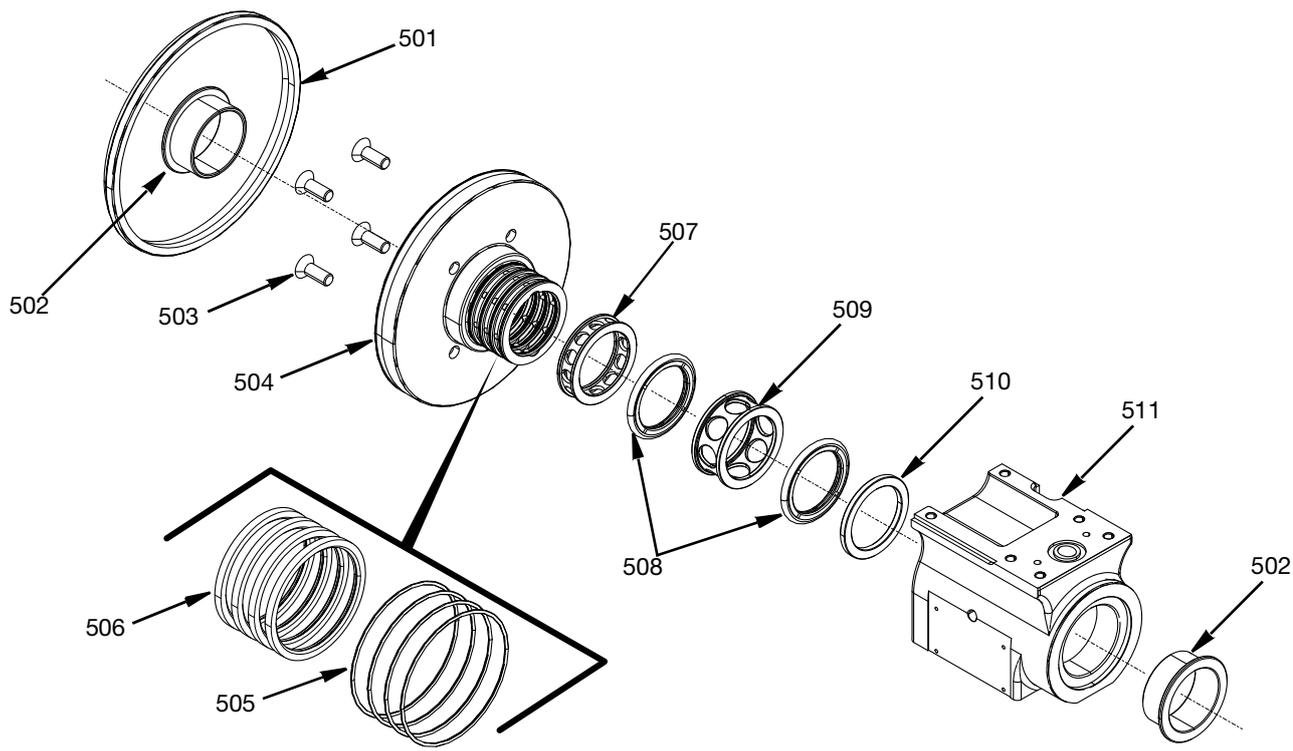
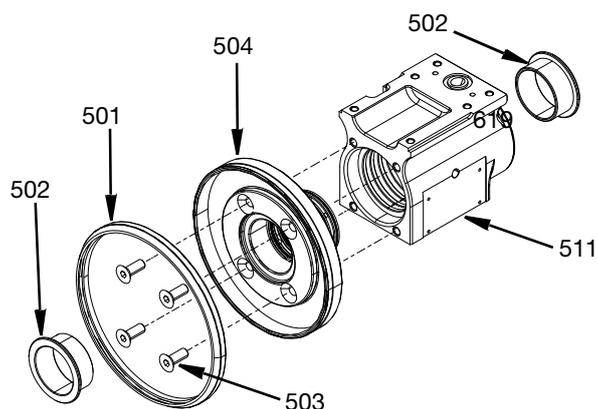

FIG. 20
FIG. 25
1. L'anello di tenuta antipolvere (501) può essere rimosso dal cuscinetto dell'anello di distribuzione dell'aria (504).
2. Rimuovere i cuscinetti della flangia (502) e gettarli.
3. Rimuovere le viti a testa piatta M6 (503) con una chiave esagonale e rimuovere il cuscinetto dell'anello di distribuzione dell'aria (504).
4. Rimuovere i quattro O-ring (505) e le quattro guarnizioni dell'aria (506) dal cuscinetto dell'anello di distribuzione dell'aria (504) e gettarli.
5. Battere i componenti interni (507-510) fuori dal gruppo alloggiamento girevole (511). Si consiglia di utilizzare l'attrezzo 17V972 per l'installazione/rimozione della tenuta e un martello con superficie morbida per battere i componenti interni dall'alloggiamento girevole.
6. Eliminare le guarnizioni rotanti (508). Vedere FIG. 20 a pagina 20.
**NOTA:** Per la sequenza generale dell'assemblaggio dell'alloggiamento girevole fare riferimento alla FIG. 20.
1. Inserire l'anello di supporto (510) nell'estremità del foro più grande del gruppo alloggiamento girevole (511) fino a quando l'anello di supporto non è perpendicolare allo spallamento interno.
2. Applicare uno strato sottile di grasso al litio sull'esterno dell'O-ring sulla tenuta rotante (508). Per evitare danni all'O-ring della tenuta rotante, inserirlo inclinato nel foro dell'alloggiamento girevole (511). Assicurarsi che l'O-ring non si strappi contro l'apertura di ingresso e spingere la tenuta rotante contro l'anello di supporto (510). Vedere vista laterale FIG. 25.
- Inserire l'anello del distributore del materiale (509) nel foro dell'alloggiamento girevole (511). Si consiglia di utilizzare lo **Inseritore/Estrattore sede, materiale, 17V972** a pagina 38 e un martello con superficie morbida. Spingere l'anello di distribuzione del materiale (509) e la tenuta rotante (508) completamente sul fondo del foro.
- Applicare uno strato sottile di grasso al litio sull'esterno dell'O-ring successivo sulla tenuta rotante (508). Per evitare danni all'O-ring della tenuta rotante, inserirlo inclinato nel foro dell'alloggiamento girevole (511). Assicurarsi che l'O-ring non si strappi contro la porta di filtraggio e premere la guarnizione rotante contro l'anello di supporto del materiale (509). Vedere la vista dall'alto in Fig. 25.
- Applicare uno strato sottile di grasso al litio sugli O-ring (505) e inserirli nel foro dell'alloggiamento girevole (511). Applicare l'antigrippaggio alle viti a testa svasata M6 (503) e avvitarle a mano. Vedere FIG. 25.
- Spingere un cuscinetto flangiato (502) nell'alloggiamento girevole (511) e un cuscinetto flangiato (502) nel cuscinetto dell'anello di distribuzione dell'aria (504). Vedere FIG. 25.
- Installare l'anello di tenuta antipolvere (501) attorno alla superficie esterna del cuscinetto dell'anello di distribuzione dell'aria (504). Vedere FIG. 25.